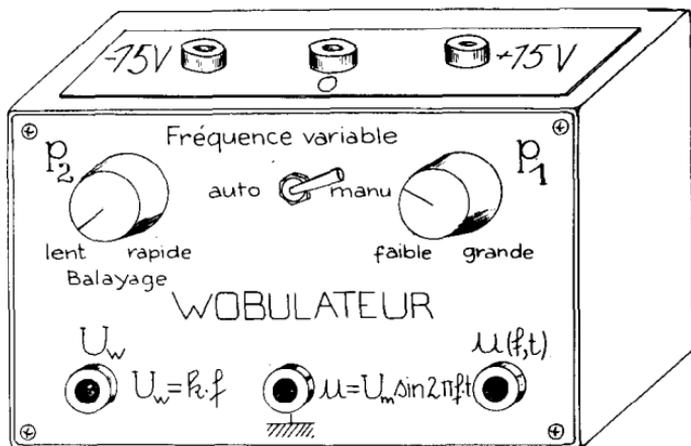

Fig. 1
1) PRÉSENTATION : voir fig. 1 (120 × 65 × 60).